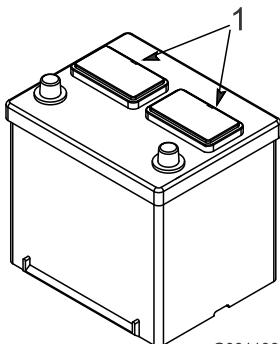

図21
1. バッテリーの上部をきれいに拭い、キャップを取り外す(図21)。